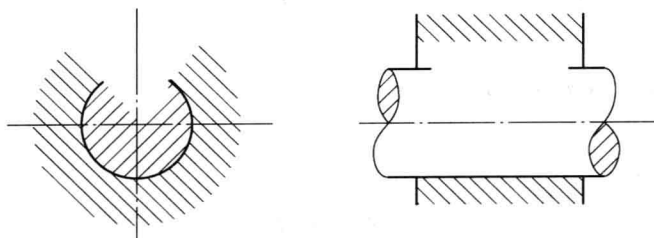

图 3
1. 在图 3 所示的两个视图上画出平键连接结构图。(6 分)